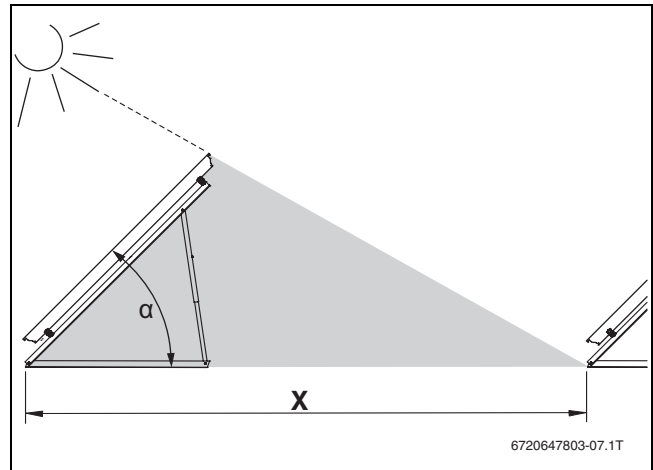

Bild 19 Abstand und Verschattung, Flachdachmontage
- Bei mehrreihigen Feldern den Abstand X so groß wählen, dass keine Verschattungen auftreten (→ Bild 19 und 20).